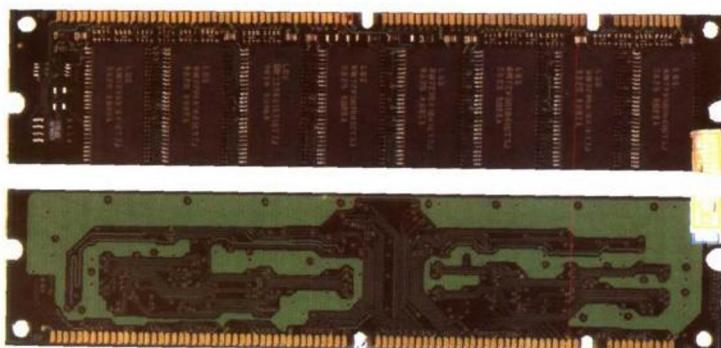

图 1-9
- PC/100 SDRAM 外观上多了 ，如图 1-9 所示。